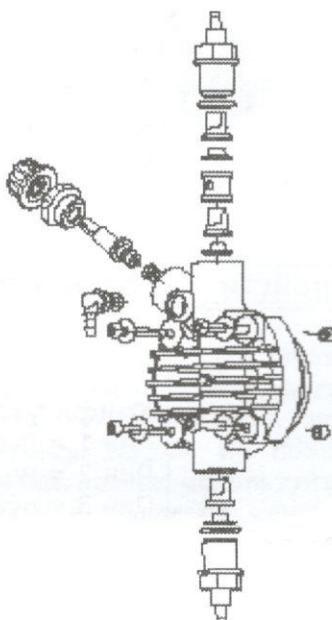

Рис. 11
- Концентрацию реагента в трубопроводе: снижение концентрации может быть вызвано износом клапанов, в случае чего их необходимо заменить (рис. 11) или засором фильтра, который необходимо промыть, как описано ниже в п. 3
Очень редко потери жидкости могут быть вызваны повреждением мембранны или ее прокладок, в случае чего их необходимо заменить, открутив 4 винта на передней части головки (Рис. 11). При сборе головки насоса убедитесь, что винты закручены плотно.